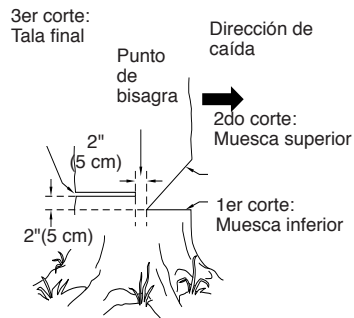

Figura 12 - Tala de un árbol
1. Haga el corte inferior de la muesca tan cerca del suelo como sea posible. Sujete la sierra de modo que la barra de guía se encuentre en posición horizontal. Corte a través del tronco del árbol hasta atravesar 1/3 de su diámetro (vea la Figura 12). Nota: Haga siempre este corte inferior horizontal en primer lugar. Si la hace en segundo lugar, el árbol puede presionar la cadena o la barra de guía.
Por ejemplo: Si el corte inferior tiene una profundidad de 20 cm, comience el corte superior 20 cm por encima de aquél. Corte en dirección hacia abajo y a un ángulo de 45°. El corte superior de la muesca debe llegar y unirse al punto final del corte inferior (vea la Figura 12).
1. Haga el corte de tala final 5 cm por encima del corte inferior de la muesca y sobre el lado opuesto del árbol (vea la Figura 12). Mantenga el corte de tala final paralelo al corte inferior de la muesca.